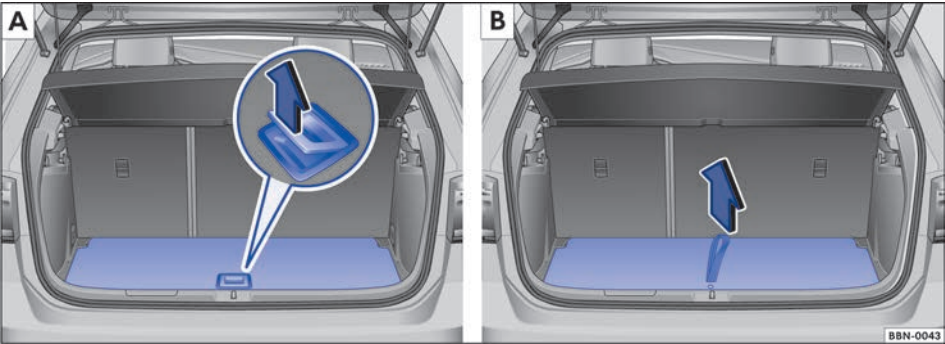
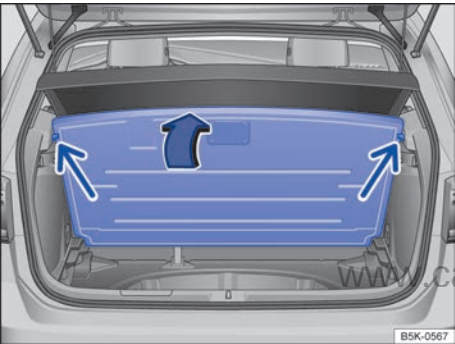

图 85 行李箱内：抬起可变行李箱地板
图 86 行李箱内：向上翻起可变行李箱地板
- 打开：抓住拉手沿箭头方向抬起行李箱地板 ⇒ 图 85，然后将行李箱地板向前翻转，直至它被侧面的卡凸（箭头）固定住为止 ⇒ 图 86。